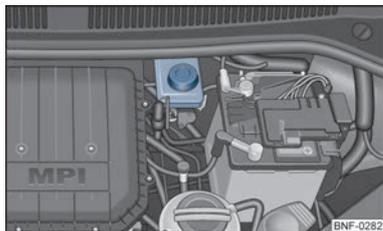

Abb. 95 Motorraum: Deckel des Bremsflüssigkeitsbehälters
- Prüfen Sie den Bremsflüssigkeitsstand am Behälter ⇒ Abb. 95. Der Stand muss zwischen den Markierungen „MIN“ und „MAX“ liegen.